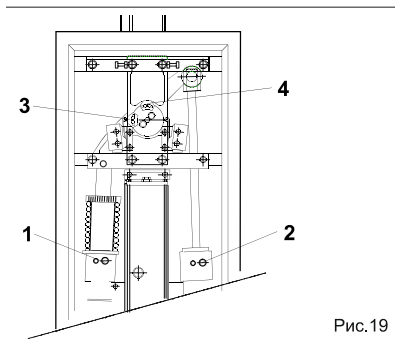

Рис.19
- Замедление 620 SR шлагбаума устанавливается на заводе. Тем не менее, если требуется маленькая подстройка, поверните регулировочные винты 1 и 2 на рис.19.
- Идеальная настройка кулачков упоров (3 и 4 на рис.19), это когда концевой выключатель срабатывает в то же время, когда достигнуты механические упоры.